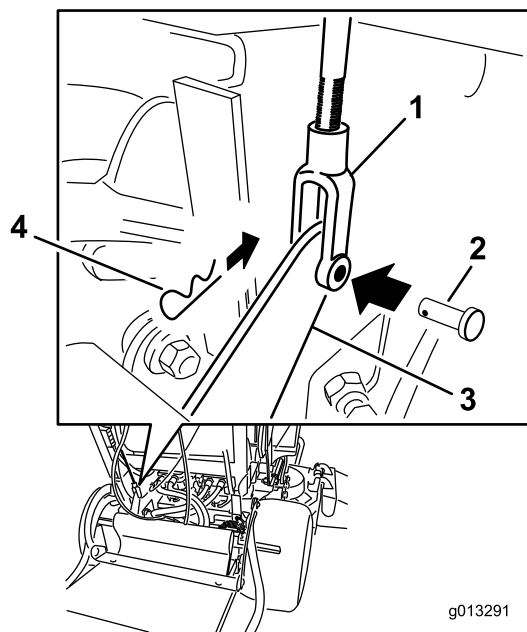

Figure 60
4. Pour régler le frein, retirez la goupille fendue et l'axe de chape du levier de frein inférieur et de la chape (Figure 60).
7. Fixez la chape au levier de frein inférieur avec la goupille fendue et l'axe de chape (Figure 60).